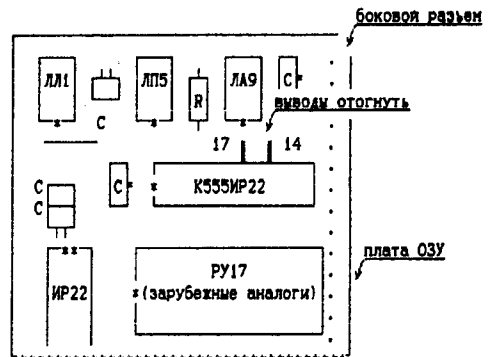

Рис. 4. Размещение элементов на плате ОЗУ
- Найдите выводы микросхемы K555IP22 (IP23), к которым идут дорожки от контактов 14 и 15 бокового разъема ОЗУ, и отогните их, как показано на рис. 4. Отсоедините также вывод 17 бокового разъема ОЗУ от платы КНГМД.